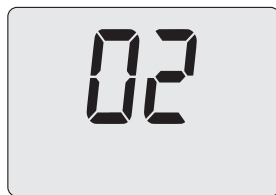

Figura 7.12
- Premendo il tasto 13 (Figura 7.2) si ottiene la conferma del valore inserito e l'attivazione della funzione. (Figura 7.12).